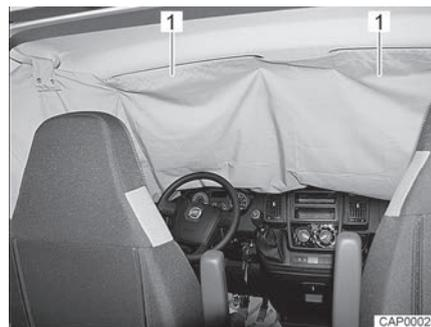

Fig. 18 Dispositif occultant de la cabine de conduite sur le pare-brise
- Faire passer les poches (Fig. 18,1) du dispositif occultant de la cabine de conduite sur les deux pare-soleils.